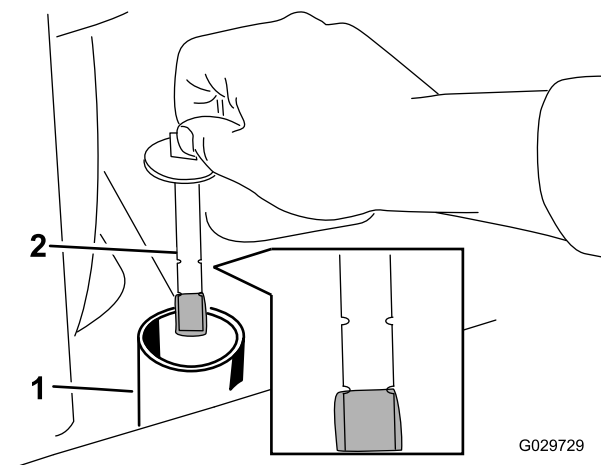

Figura 28
6. Retire el tapón del cuello de llenado y compruebe en la varilla el nivel de fluido (Figura 28).